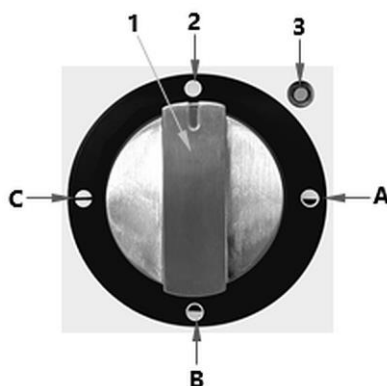

Fig. 5 - Régulateur de fonctionnement
En tournant le **régulateur de fonction** (1, fig. 5) sur le panneau de commande, il est possible d'activer uniquement la résistance électrique supérieure « **A** », uniquement la résistance électrique inférieure « **B** » ou les deux résistances électriques « **C** » simultanément.
1. Réglez le bouton de commande (1, fig. 5) sur la position « **C** » (chaleur supérieure/inférieure).
2. Tournez le bouton de réglage de la température (6) sur la valeur maximale.
1. Sélectionnez le mode de chauffage souhaité à l'aide du bouton de commande (1, fig. 5).
2. Tournez le bouton de sélection des fonctions (1, fig. 5) sur la position OFF (2).